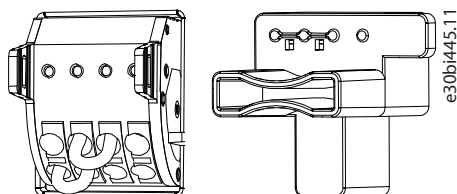

Figura 17: Bloque de terminales cableado (a la izquierda) y conexión del puente STO (a la derecha)
- Conecte el bloque de terminales como se muestra en Figura 17, o utilice los puentes STO de la bolsa de accesorios y móntelos en X31 y X32. Esto garantizará que ambas entradas seguras estén energizadas con 24 V DC para permitir el funcionamiento normal.